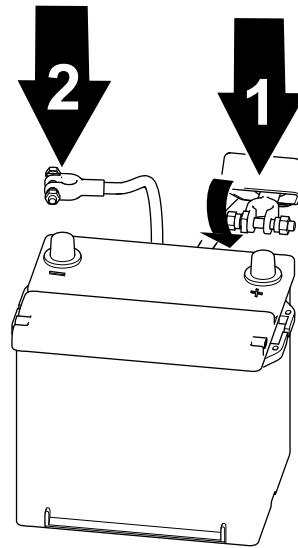

Figura 63
1. Conectai cablul pozitiv la baterie și strângeți piulita clemei bateriei (Figura 63).
2. Conectai cablul negativ la baterie și strângeți piulita clemei bateriei (Figura 63).